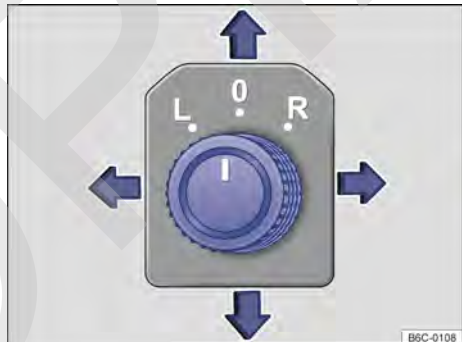

Fig. 81 En la puerta del conductor: mando giratorio de ajuste de los espejos retrovisores externos eléctricos.
- Girar el mando giratorio en la puerta del conductor hasta el símbolo deseado → fig. 81.